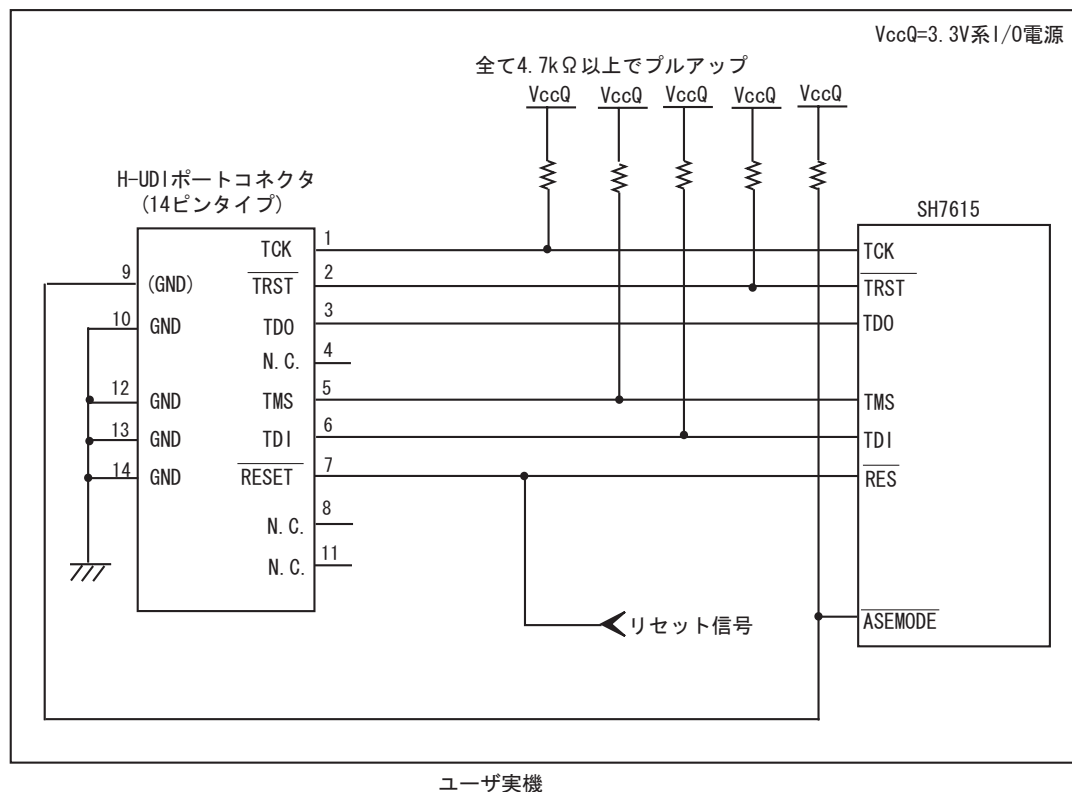

図 1.3 E10A-USB 使用時の H-UDI ポートコネクタ - チップ間の接続例
E10A-USB エミュレータ使用時のH-UDIポートコネクタ(14ピンタイプ)とチップ間の推奨接続例を図 1.2、UVCC 未接続時の接続例を図 1.3 に示します。
6. 図 1.2, 図 1.3 に記載されている抵抗値は、参考値です。
- 図 1.3 接続例で回路を組んだ場合の E10A-USB エミュレータのスイッチ設定 : SW2=0, SW3=1 スイッチ設定の詳細は、「SuperH™ファミリ用 E10A-USB エミュレータユーザーズマニュアル デバッグ編 3.8 章 DIP スイッチの設定」を参照してください。